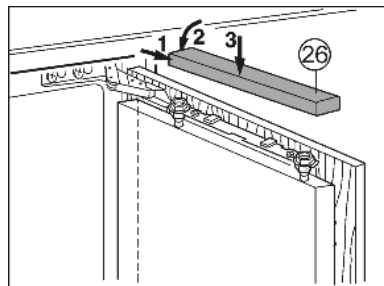

Fig. 22
- ▶ Установите и защелкните верхнюю крышку (Fig. 22 (26)).